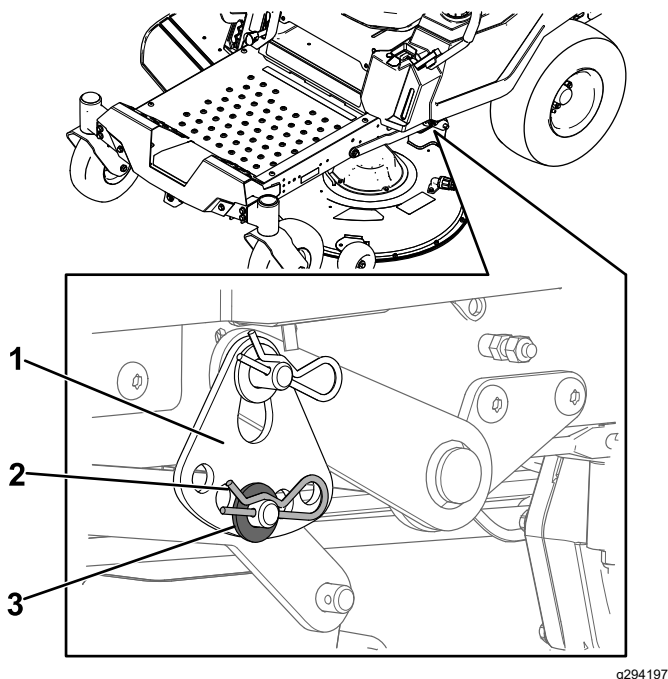

Bild 73
6. Entfernen Sie den Splint und die Unterlegscheibe vom unteren Hubarmbolzen (Bild 73).